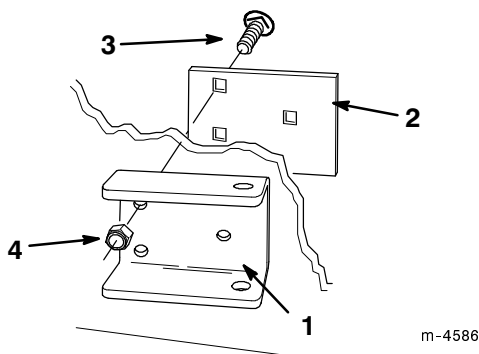

Abbildung 4
- Die seitliche Trägerstange mit Hilfe von Rückwand, drei Schlossschrauben und drei Muttern an der Seite der Zugmaschine befestigen (Abb. 4).